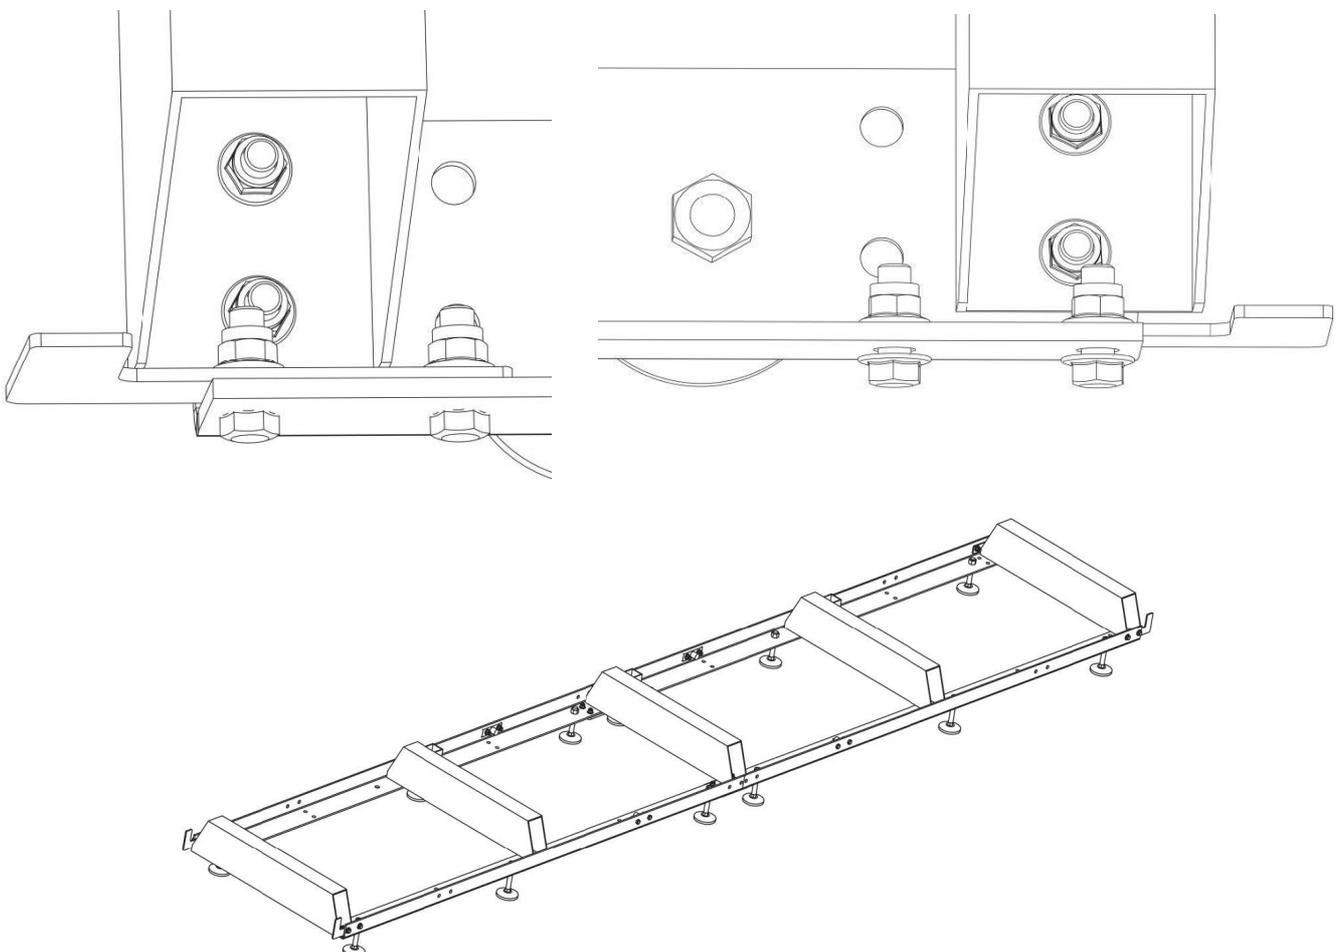

Abb. 5-3: Montage Wagenanschlag
3. Montieren Sie die Wagenanschlage (Abb. 5-3) an den Enden der Schiene (insgesamt 4 Anschlage) und ziehen Sie sie fest.